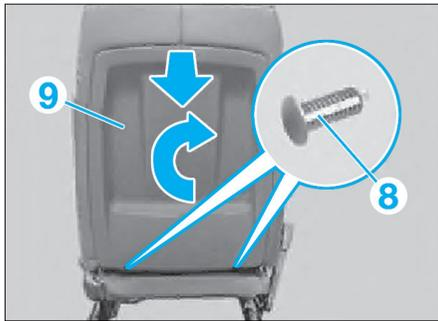

Fig. 16
- Dégrafer les clips (8) avec une pince coupante diagonale (Fig.16).
- Déposer la garniture arrière (9) par un mouvement de rotation vers le bas.